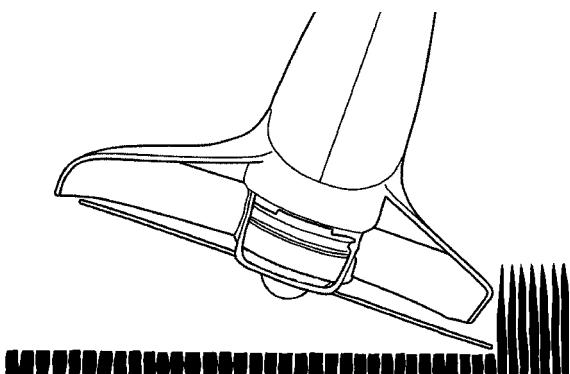

Fig. 13
2. **POUR TONDRE DE PLUS PRÉS** (Fig. 13). Tenir le coupe-herbe droit devant soi et l'incliner légèrement de manière que le fil de coupe se trouve à l'angle voulu sans que le dessous de la tête de coupe ne touche le sol. Toujours tondre loin de soi, ne jamais amener le coupe-herbe à soi.